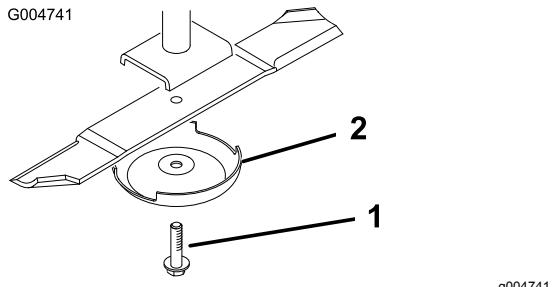

Figura 110
- Sujete el extremo de la cuchilla usando un paño o un guante grueso. Retire del eje de la cuchilla el perno de la cuchilla, el protector de césped y la cuchilla (Figura 110).